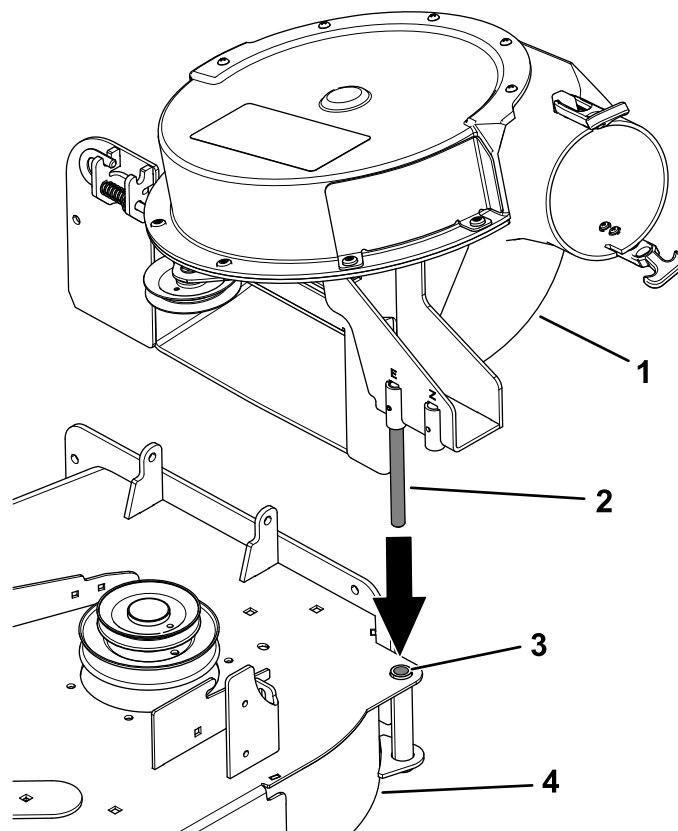

Figura 41
1. Allineate il perno girevole sul soffiatore con il relativo foro nel piatto di taglio (Figura 41).
3. Abbassate il soffiatore e fate scorrere il perno girevole nel foro del perno (Figura 41).